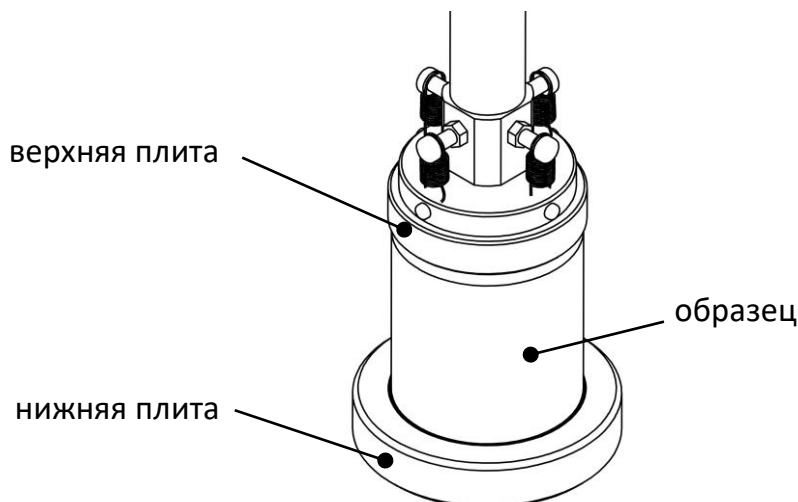

Рисунок 12 – Установка образца
4.5.3.3 Образец, подготовленный в соответствии с методом испытания, установить в центр нижней плиты, обозначенный кольцевой риской (рисунок 12).